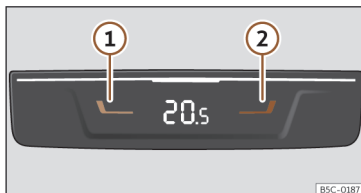

Fig. 110 Na parte traseira da consola central: comandos para os lugares traseiros.
- Pressione os botões ① e ② >>> **Fig. 110** para ajustar a temperatura da zona posterior.